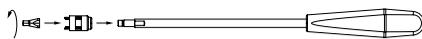

Rys. 7
- ▶ Zdemontować dystraktor wrzecionowy 11, patrz Rys. 7: